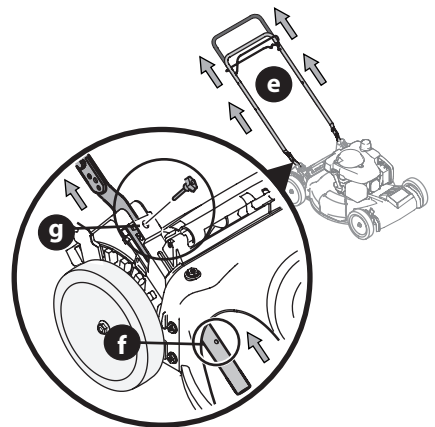

Figure 3
4. Tirez le guidon (e) vers le haut jusqu'à ce que les trous (f) de la partie inférieure (voir l'encadré de la Figure 3) s'alignent avec les trous des supports (g) du guidon (Figure 3).